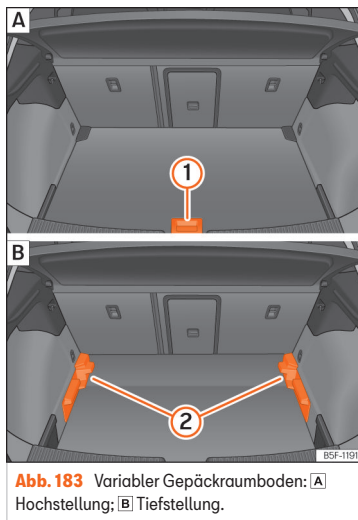

Abb. 183 Variabler Gepäckraumboden: [A] Hochstellung; [B] Tiefstellung.
- Um von der niedrigen in die hohe Position überzugehen, heben Sie den Boden am Haltegriff >>> (Abb. 183) (1) an und ziehen Sie ihn nach hinten, bis der vordere Teil des Bodens vollständig über den Halterungen (2) liegt.
- Den Gepäckraumboden nun bis zum Anschlag an den Rücksitzlehnen nach vorne schieben und mit Hilfe des Haltegriffs (1) absenken.
- Um von der hohen in die niedrige Position überzugehen, heben Sie den Boden am Haltegriff >>> (Abb. 183) (1) an und ziehen Sie ihn nach hinten, bis der vordere Teil des Bodens vollständig über den Halterungen (2) liegt.
- Bei einem variablen Boden in hoher Position diesen am Haltegriff anheben »» (Abb. 183) ①, daran ziehen und in Richtung der Rücksitzlehne bewegen bis der Boden an der Scharnierlinie eingeklappt wird und sich der bewegliche Teil des Bodens auf diesem befindet.